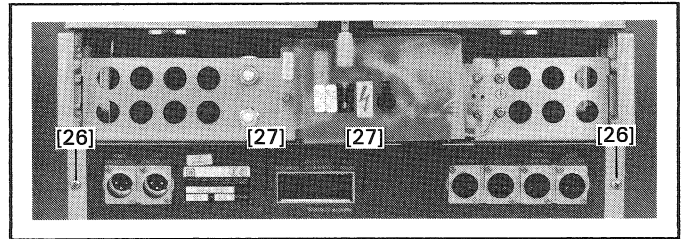

Fig. 13
- Desserrer 2 vis [27] (fig. 13) du CONNECTION BOARD.